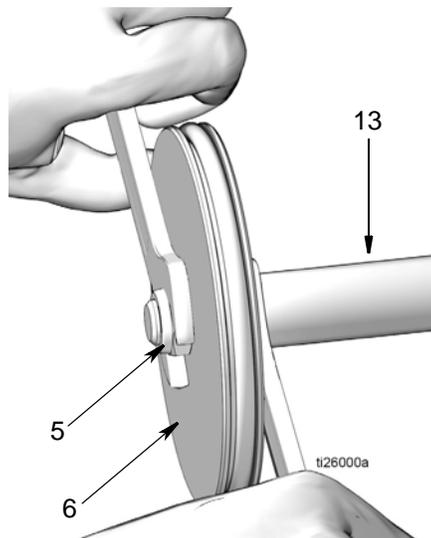

图 18
16. 活塞杆 (13) 和活塞 (6)
- a. 将活塞杆 (13) 和活塞 (6) 拉出气缸 (2) (图 18)。
- b. 使用两个扳手，在相反方向上用力，分开活塞杆 (13) 和活塞 (6)。使用一个开口扳手紧固活塞杆的平端，另一个扳手用于松开螺母 (5)，如图 18 所示。